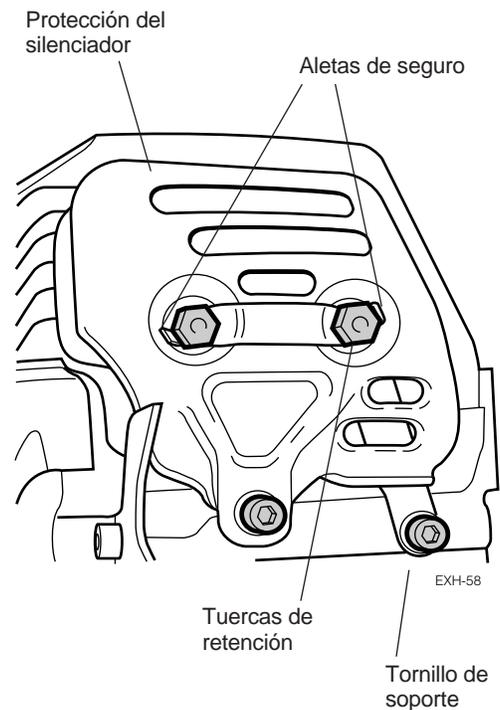

Figura 9.3 Instalación del silenciador 575,577, última producción 680, 695 (típica)
Paso 1. Doble las orejas de la placa de fijación de las tuercas de sujeción del silenciador y luego desenrosque las dos tuercas de 8mm que aseguran el cuerpo y la protección del silenciador a la brida del silenciador (figura 9.3).